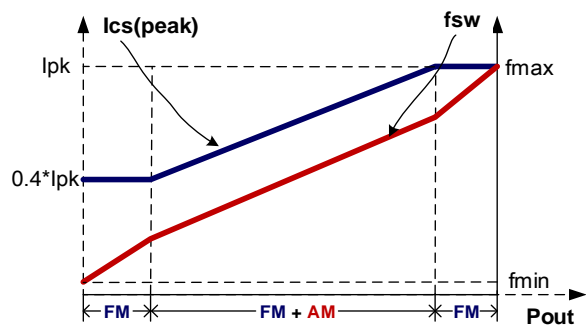

图 4
如图 4 所示，为了满足严苛的平均效率和待机功耗要求，U2513X 采用了调幅控制 (AM) 和调频控制 (FM) 结合的多模式控制技术。接近满载输出时，系统工作在调频工作模式中；在轻重载条件下，系统工作在调频工作和调幅工作模式中；当系统接近空载输出时，系统工作在调频模式中以降低待机功耗。利用此种控制技术，系统可以获得低于 50mW 的待机功耗。